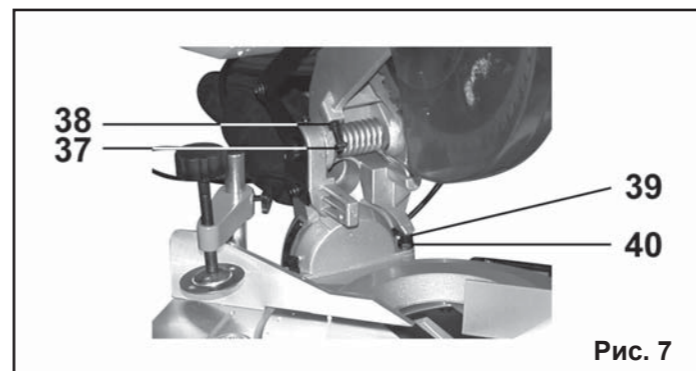

Рис. 7
Ослабьте ручку фиксации угла наклона (19), Рис.5, поворотом против часовой стрелки. Ослабьте контргайку (40) и поверните регулировочный болт (39) на два-три оборота по часовой стрелке так, чтобы пильный диск сместился вправо, Рис.7.
Полностью опустите пилу и установите прямой угол (90°) между плоскостями пильного диска (8) и поворотного стола (10) при помощи угольника, поворачивая регулировочный болт (39) против часовой стрелки. Положение регулировочного болта (39) надёжно зафиксируйте контргайкой (40), Рис.7.
Изучив приведенную далее таблицу, вы можете настроить пилу на пиление потолочных плинтусов с углами 52° и 38°, (см. Рис.7.). Пиление напольного плинтуса (с такими же параметрами углов) производится аналогично с потолочным плинтусом, учитывая его нижнее поло-